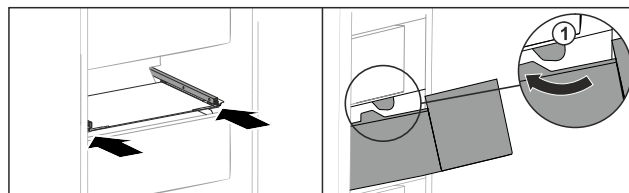

Fig. 149
- Ved'te zásuvku podél zarážek Fig. 149 (1).